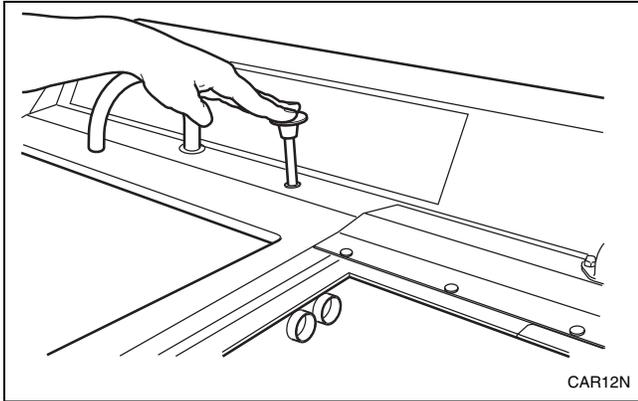

Figura 10
2. Cierre el desagüe del compartimento de lavado que va a usar. Consulte la *Figura 10*.